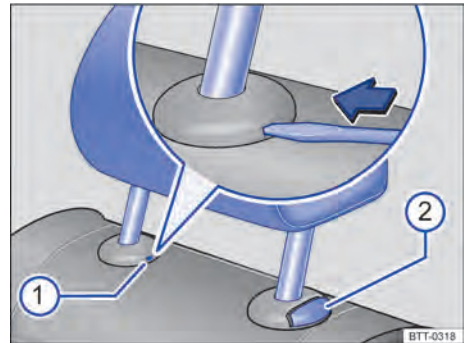

Fig. 65 Desinstalar o apoio para cabeça traseiro.
- Se necessário, pressionar a haste da chave de fenda da ferramenta de bordo na fenda da capa de cobertura \Rightarrow Fig. 65 (1) no sentido da seta e segurar nesta posição.
- Ao mesmo tempo, pressionar o botão (2), enquanto outra pessoa retira totalmente o apoio para cabeça.